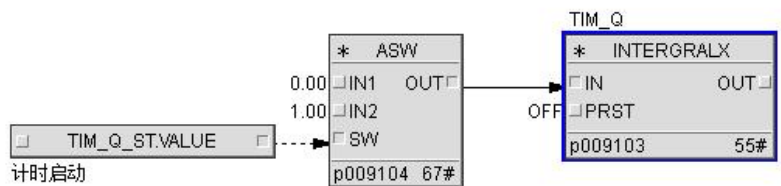

图 1.7.4 时间累积程序搭建
- 可以使用积分模块进行精度要求不高的时间累计，参数上当量系数为 1，时间系数为 1 时累积结果为秒，时间系数为 60 时累积结果为分钟，时间系数为 3600 时累积结果为小时。程序搭建如图 1.7.4 所示：